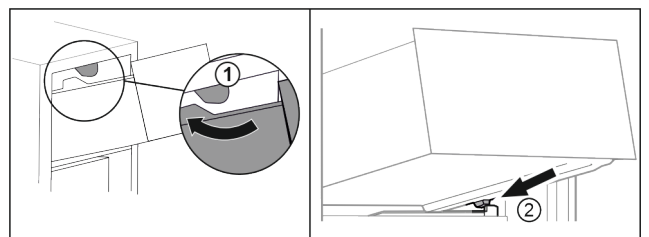

Fig. 21
- ▶ Обведите выдвижной ящик вокруг верхнего стопора Fig. 21 (1).
- ▶ Наклоняя вниз, установите выдвижной ящик за нижние стопору на контейнерное ребро Fig. 21 (2).